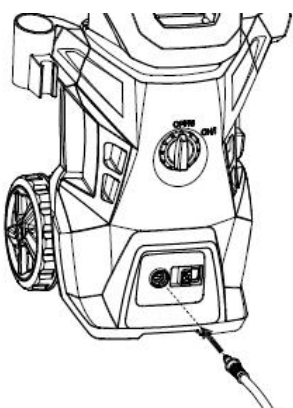

Abb.3
Schließen Sie den Hochdruckschlauch (11) an den Wasserausgang des Hochdruckreinigers an, der sich an der Vorderseite der Maschine befindet (Abb.3). Stecken Sie ihn zügig ein und schließen Sie ihn an, um Undichtigkeiten zu vermeiden. Wenn die Teile richtig zusammengesetzt sind, können Sie den Schlauch nicht auseinanderziehen. Drücken Sie den Knopf neben dem Einlass in Pfeilrichtung, dann ziehen Sie den Hochdruckschlauch ab (Abb. 3). Bringen Sie den Hochdruckschlauch (11) an der Pistole (9) an (Abb. 4). Wenn der Schlauch richtig montiert ist, können Sie ihn nicht durch Ziehen am Schlauch (11) entfernen. Um den Schlauch von der Pistole zu entfernen, drücken Sie den Arretierknopf an der Pistole und ziehen dann den Schlauch ab.